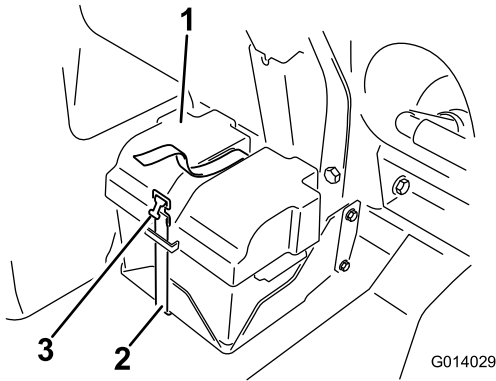

图48
3. 安装电池盖、使用之前拆下的箍带将盖子箍紧（图 48）。